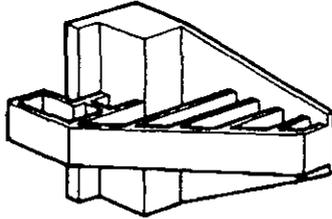

FIGURA 2.27. Enclavamiento de las pantallas aislantes VVC.
**Enclavamiento de las pantallas aislantes VVC.**- La figura 2.27 ilustra este enclavamiento, este bloquea las pantallas en la posición Cerrado - Abierto por medio de una cuña móvil que se inserta en las pantallas, bloqueándolas por medio de un candado. Cuando la cuña no se utiliza se puede montar sobre un soporte a su vez montado en el fondo del chasis.